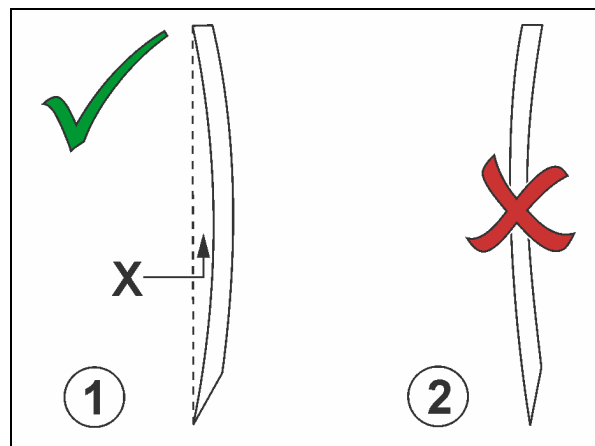

Fig. 271
2. Treiben Sie das Schneidmesser durch Hammerschläge wieder in eine leicht konkave Form (Fig. 271/1)